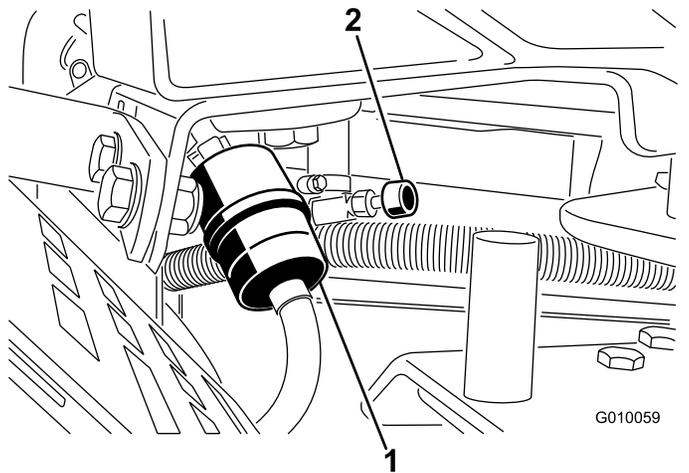

Figura 51
2. Chiudete la valvola di intercettazione del carburante (Figura 51).
3. Premete le estremità delle fascette stringitubo ed allontanatele dal filtro (Figura 51).
5. Montate un nuovo filtro ed avvicinate le fascette stringitubo al filtro (Figura 51).
7. Aprite la valvola di intercettazione del carburante (Figura 51).
3. Allentate la fascetta stringitubo e spostatela in alto sul tubo del carburante, lontano dal filtro del carburante (Figura 51).
4. Estraiete il tubo del carburante dal relativo filtro (Figura 51). Aprite la valvola di intercettazione del carburante e lasciate spurgare il carburante in una tanica o una bacinella di spurgo.
5. Collegate il tubo del carburante al filtro del carburante. Infilate la fascetta vicino al filtro del carburante, per fissare il tubo del carburante (Figura 51).